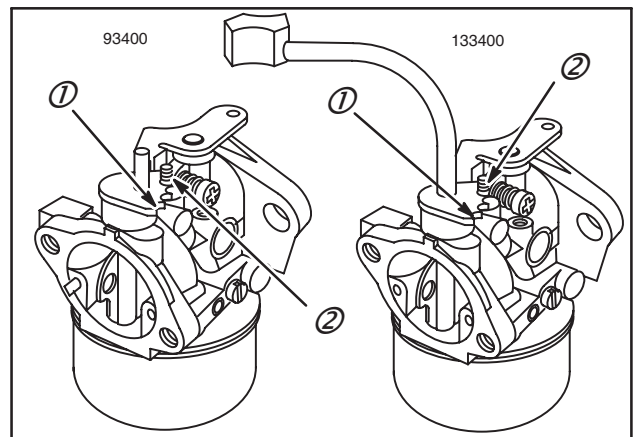

Fig. 112
Placer le joint en mousse et l'axe de starter dans le corps de carburateur, le cliquet de volet de starter (1) contre le ressort de cliquet (2), (type à faibles émissions illustré) Fig. 112.